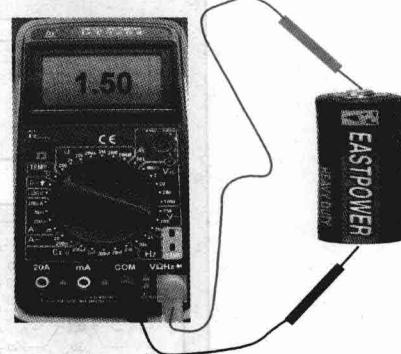

图 1-15 数字万用表测量直流电压
4) 将红表笔与电源的正极连接，黑表笔与电源的负极连接，如图 1-15 所示。